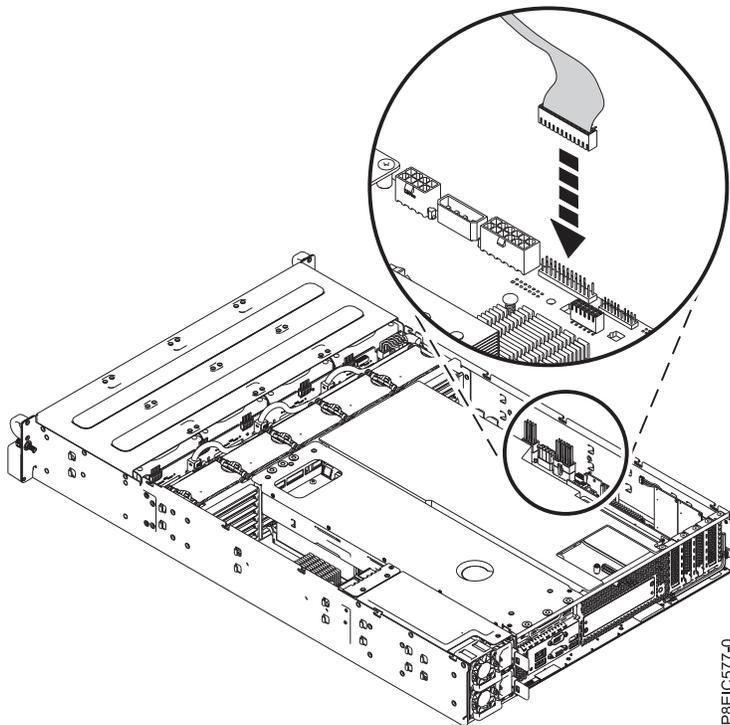

Figura 65. Conectando o cabo de controle do painel frontal
8. Substitua o cabo de controle do painel frontal no painel traseiro do sistema, conforme mostrado na Figura 65.